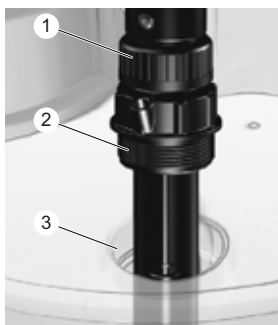

Рис. 12 Установка всасывающей линии
- Следующие действия см. на рис. 12.
5. Ослабьте соединение с обжимным кольцом (1).
6. Вкрутите винт переходника (2) в резьбовое отверстие переходника для еврокубов.
9. Затяните вручную соединение с обжимным кольцом (1).
7. Ослабьте соединение с обжимным кольцом (1).
8. Установите всасывающую линию в резервуар, накрутив контргайку на винт переходника (2) с внутренней стороны резервуара.
10. Затяните вручную соединение с обжимным кольцом (1).